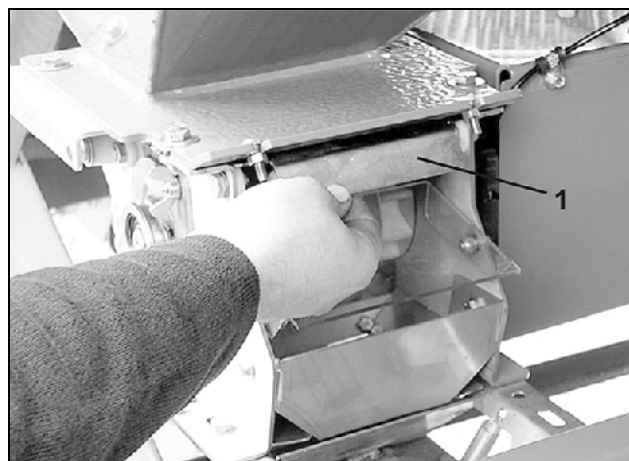

Fig. 114
- Orificiul de trecere este deschis, dacă vana glisantă este scoasă din dozator, după cum este ilustrat în figura (Fig. 114/1).